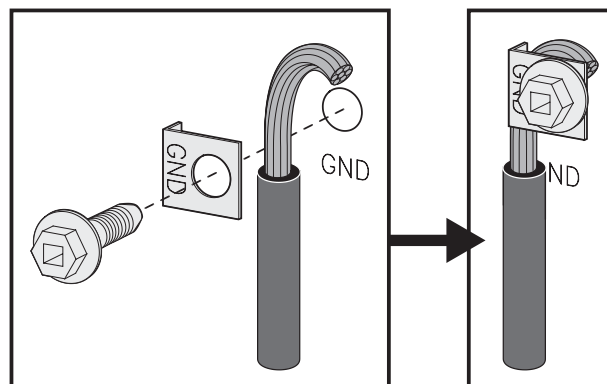

Fig. 17
3. (Connexion permanente à 4 fils UNIQUEMENT) Connectez le fil de mise à la terre (vert) au cadre de l'appareil à l'aide de la vis et de la plaque de mise à la terre, comme illustré à la Fig. 17. Assurez-vous d'utiliser le même trou dans le cadre où la vis de mise à la terre a été installé à l'origine.